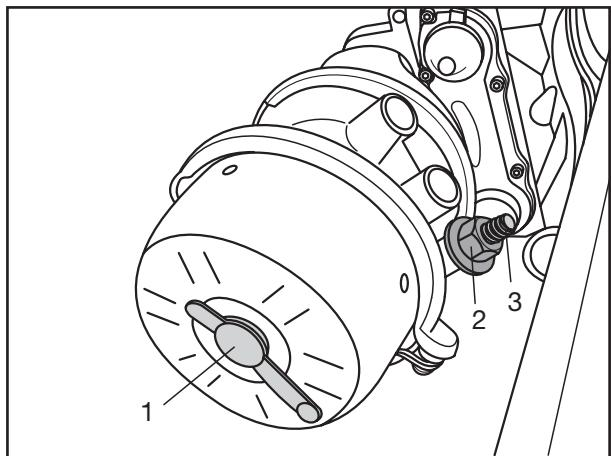

Fig. 4
- [10] Verschluss (Fig. 4/1) der Bohrung öffnen.
- [11] Mutter (Fig. 4/2) von der Spindel (Fig. 4/3)
- [10] Remove the bung (Fig. 4/1) from the end cover.
- [11] Unscrew the nut (Fig. 4/2) from the spindle (Fig. 4/3) and remove it together with the washer.